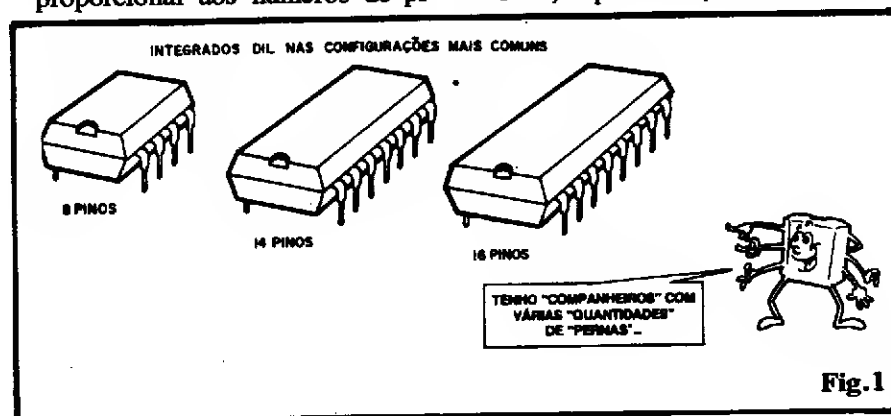

Fig.1
"Na mosca, Cido! Realmente nosso desenhista "dançou" nessa, e aplicou o símbolo "invertido" no citado esquema! Estamos mostrando novamente a fig. 1 - pág. 50 - ABC nº 8, já com a devida correção (indicada pela setinha), e pedimos à Turma que retifique seus exemplares/"Aula" para que suas coleções fiquem certinhas... Aproveitamos para pedir desculpas a todos, pelo lapso (que é o único, naquela MP - tudo o mais está "nos conformes"...), agradecendo ao Aparecido pela sua atenção e senso participativo (nós temos os melhores Leitores do Mundo - sem "confete" - que ajudam a gente a fazer a Revista, cada vez melhor...!). A propósito, como castigo, trancamos nosso desenhista num quarto escuro, por três dias, junto com o QUEIMADINHO (não sabemos o que aconteceu lá dentro, mas faz um mês que o desenhista nem olha na nossa cara...).
- FIG. 1 - A "embalagem" mais comum dos Integrados e a sua disposição de pinagem - O "jeitão" universalmente adotado pelos fabricantes, para a imensa maioria dos Integrados de baixa Potência, é a "embalagem" com pinagem DIL... Essa codificação (DIL) vem das iniciais da expressão em inglês **dual in line** ("em linha dupla"...), e se refere, diretamente, à própria disposição ou organização externa dos pinos ou "pernas" do componente! Em termos mais diretos, os Integrados com encapsulamento/pinagem DIL mostram sempre um número **par** de pinos, dispostos em duas linhas ou filas, paralelas, "saindo" das laterais da peça... Um ponto **IMPORTANTE** (principalmente para a criação dos **lay outs** específicos de Circuito Impresso...) é notar que tanto a **DISTÂNCIA** entre as linhas de pinos, quanto o **AFASTAMENTO** pino-a-pino, apresentam medidas **padronizadas**, sempre baseadas em **décimos de polegada** ou seus múltiplos, não importando **QUANTAS** "pernas" o componente tenha! Na fig. 1 mostramos as aparências externas dos Integrados DIL mais comuns, respectivamente dotados de 8, 14 e 16 "pernas". A largura dos componentes é uniforme, porém seu comprimento é - obviamente - proporcional aos números de pi-